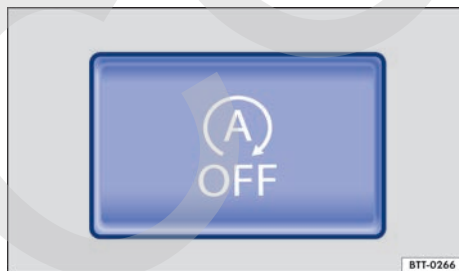

Fig. 130 En la parte inferior de la consola central: tecla del sistema Start-Stop.
- Para desconectar el sistema, pulse la tecla  situada en la consola central → fig. 130. Cuando el sistema Start-Stop está desconectado, se enciende el testigo de control de la tecla.
- Para volver a conectar el sistema, pulse de nuevo la tecla  de la consola central → fig. 130.